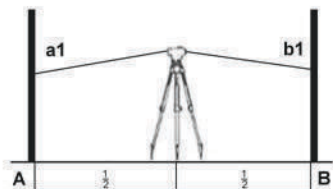

Рис.10
1) Установите прибор посередине между точками А и В. Возьмите отсчеты "a1" и "b1" (Рис.10).